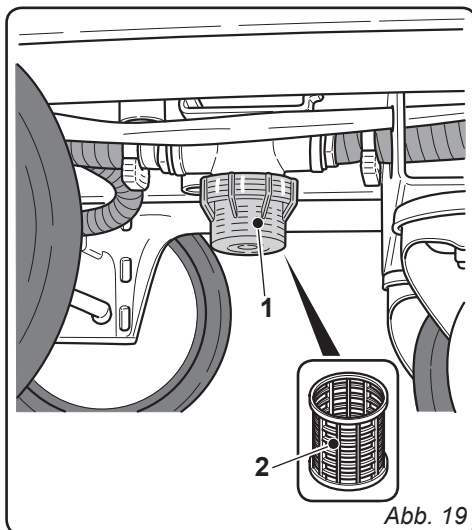

Abb. 19
10.1.d - Reinigung des Frischwasser- filters (Abb. 19)
- Drehen Sie den durchsichtigen Deckel (1) des Filters ab und entfernen Sie den Filter (2).
- Reinigen Sie den Filter (2) unter fließendem Wasser.